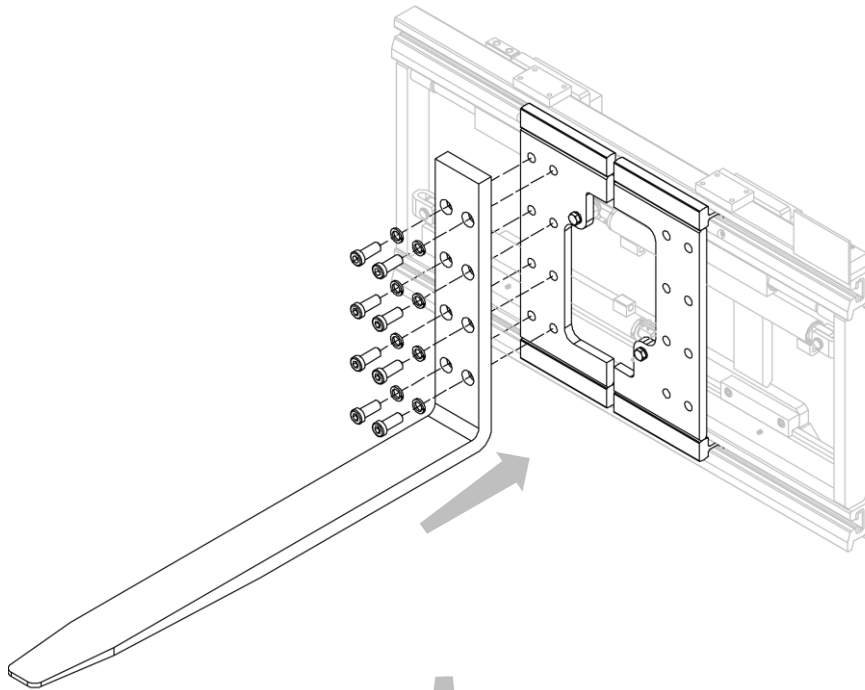
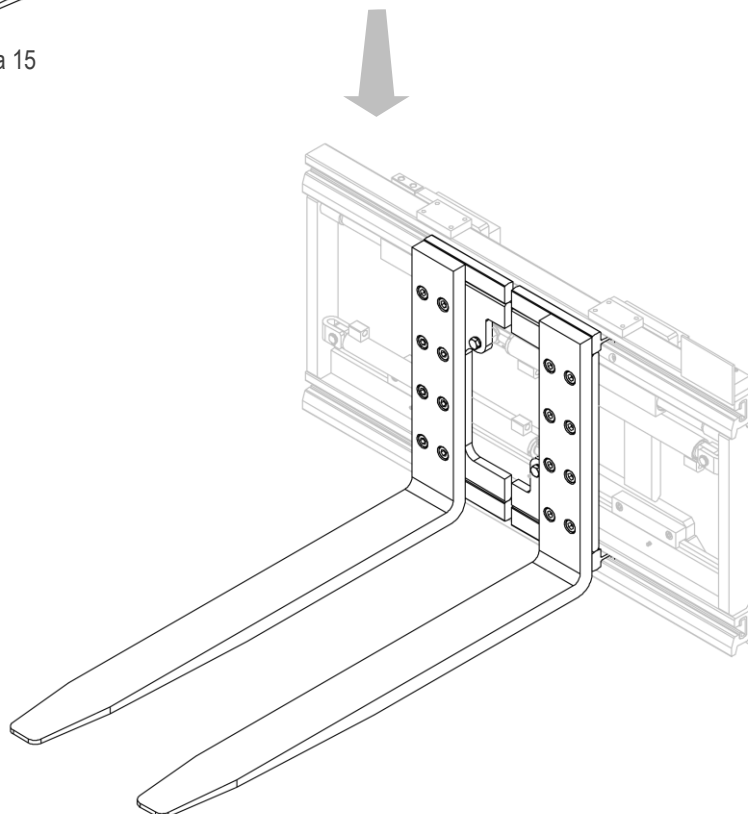

Figura 15
Figura 16
2. Aplicar las horquillas a las placas, utilizando los tornillos y arandelas elásticas adecuadas (mira *Figura 15* y *Figura 16*).